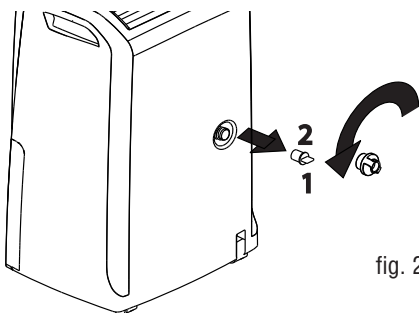

fig. 2
- 1) Skru løs beskyttelsesproppen **1** ved å vri den mot klokkeretning og fjern gummiproppen fra tuten **2** (fig. 2).